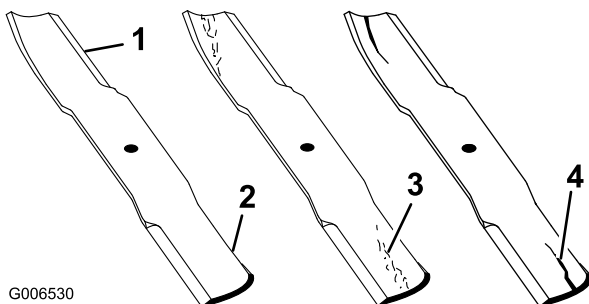

Figura 87
1. Inspeccione los filos de corte (Figura 87). Si los bordes no están afilados o tienen muescas, retire las cuchillas y afílelas. Consulte Afilado de las cuchillas.
2. Inspeccione las cuchillas, especialmente la parte curva (Figura 87). Si observa daños, desgaste o la formación de una ranura en esta zona (Figura 87), instale inmediatamente una cuchilla nueva.